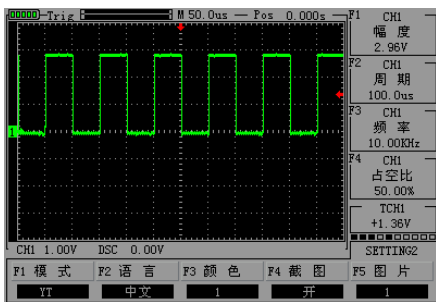

图2-10 设置垂直1V/格
- 如设置垂直方向为1.00V/div, 操作步骤如上例。如图2-10